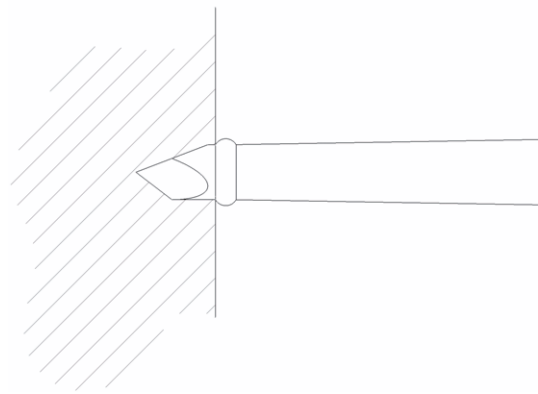

Fig. 1 Lesina completamente inserita
- Non inserire mai la lesina oltre il bordo rialzato, vedere Fig. 1.